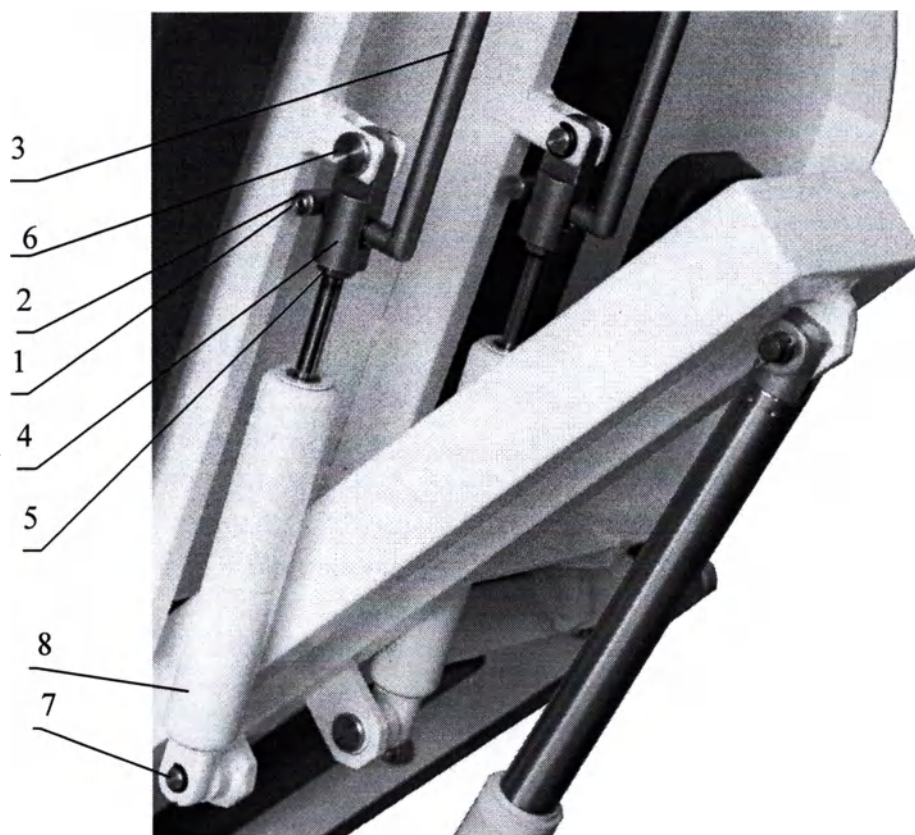

Рисунок 11. Замена газовых пружин панели стола.
- смажьте все подвижные соединения панели стола тонким слоем технического вазелина либо светлым машинным маслом (Рисунок 11);
12.3.1 Отверните винты 1 (Рисунок 11) и гайки 2 – 2 шт.